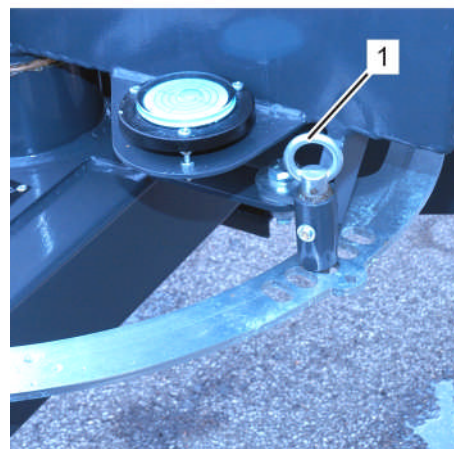

Fig. 142: Clavette
36. Desserrer et maintenir le blocage à cliquet du treuil de déploiement en tirant le levier (fig. 142).